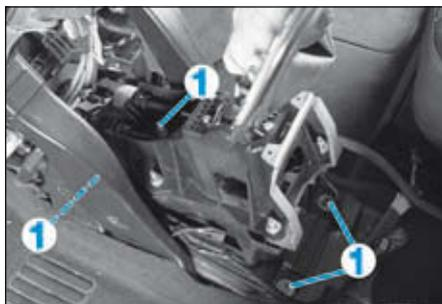

FIG.13
- les vis de fixations (1) du levier de vitesses (Fig.13),